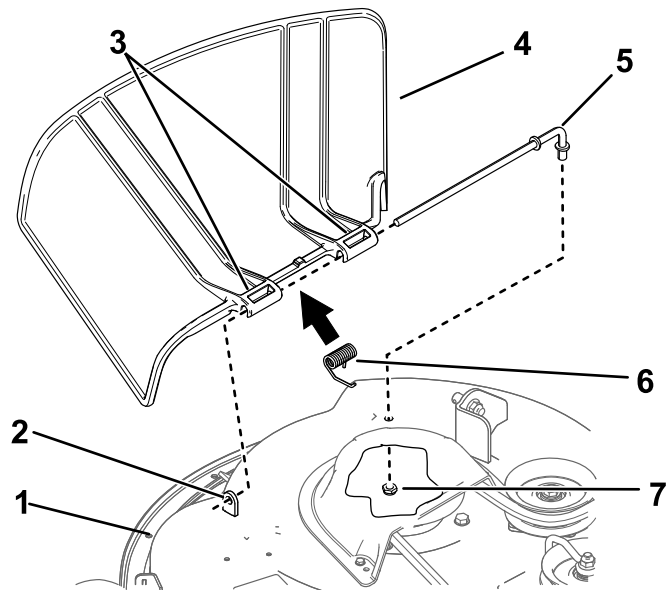

Figura 67
1. Retire la tuerca ($\frac{3}{8}$ " de la varilla (debajo del cortacésped) (Figura 67).
2. Retire la varilla del espaciador corto, del muelle y del deflector de hierba (Figura 67).
4. Instale el deflector de hierba nuevo (Figura 67).
7. Deslice la varilla por el segundo soporte del deflector de hierba (Figura 67).
9. Sujete el extremo trasero de la varilla al cortacésped con una tuerca ($\frac{3}{8}$ "), según se muestra en Figura 67.